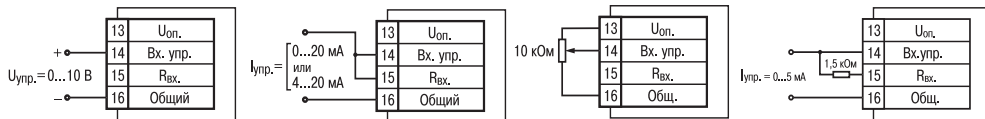

Рисунок 3.8
3.3 Для управления прибором может быть применен унифицированный токовый сигнал 0(4)...20 мА, 0...5 мА, унифицированное напряжение 0...10 В или ручная регулировка при помощи внешнего переменного резистора (рисунок 3.8).